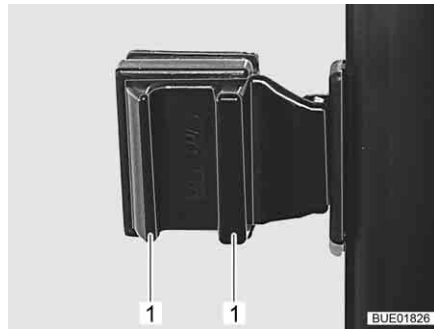

Fig. 107 Ventana corredera con bloqueo a presión
- Presionar los tiradores (Fig. 107,1) y mantenerlos presionados.